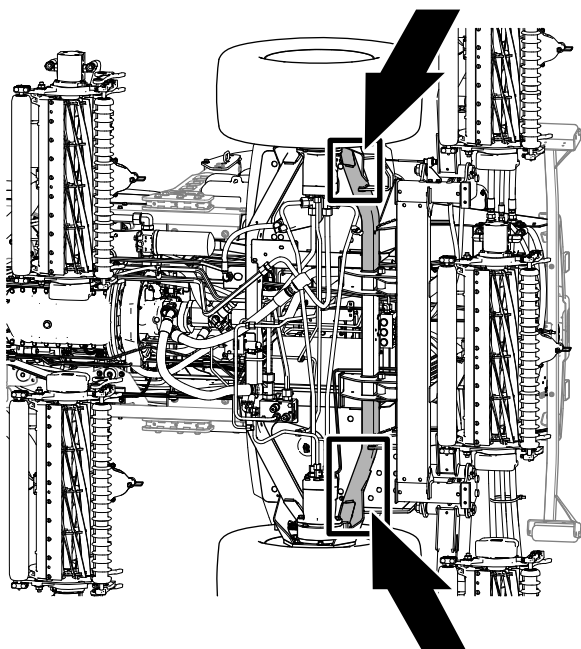

Figura 65
- Parte delantera de la máquina – en el bastidor de la máquina, por delante de los motores de tracción de las ruedas (Figura 65).